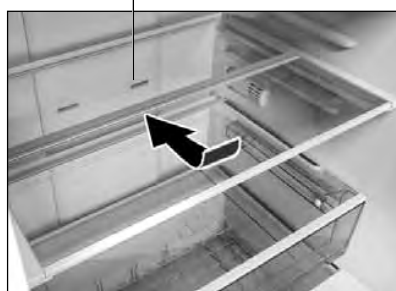

Figura 7
**4.1.4** Dacă este necesar să plasați containere înalte în CF, este necesar să ridicați partea din față a raftului-sticlă (pliant) și să o împingeți sub partea din spate, în conformitate cu desenul (figura 7).